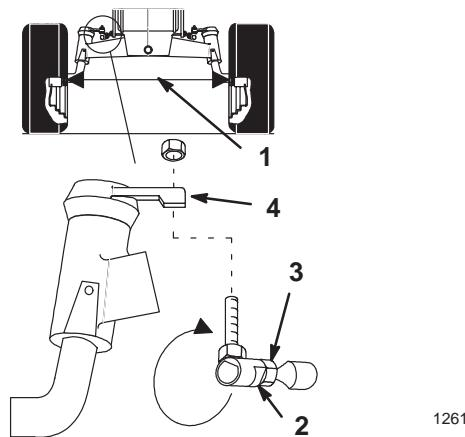

Figure 32
Les roues avant doivent présenter le pincement spécifié. Un réglage peut être nécessaire si les pneus s'usent de manière irrégulière, s'ils abîment la pelouse ou si la direction est dure. Contrôler le pincement toutes les 100 heures de service ou une fois par an, selon ce qui se présente en premier (Fig. 32).
- Effectuer la mesure entre les jantes à la hauteur des fusées, à l'avant et à l'arrière des roues (Fig. 32).
- Déposer la rotule d'un des bras de direction (Fig. 32).
4. Maintenir l'alignement des méplats de la rotule sur ceux de la biellette, et serrer le contre-écrou (Fig.32).